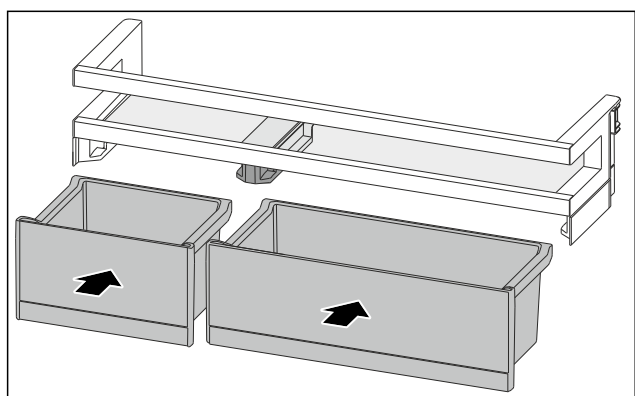

Fig. 143
- ▶ 排列互换后装入 VarioBox。(参见 Fig. 143)